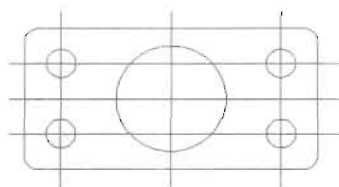

图 15-51
(5) 在命令行中输入 C 命令, 绘制 4 个半径为 4 的圆, 如图 15-51 所示。命令执行过程如下。